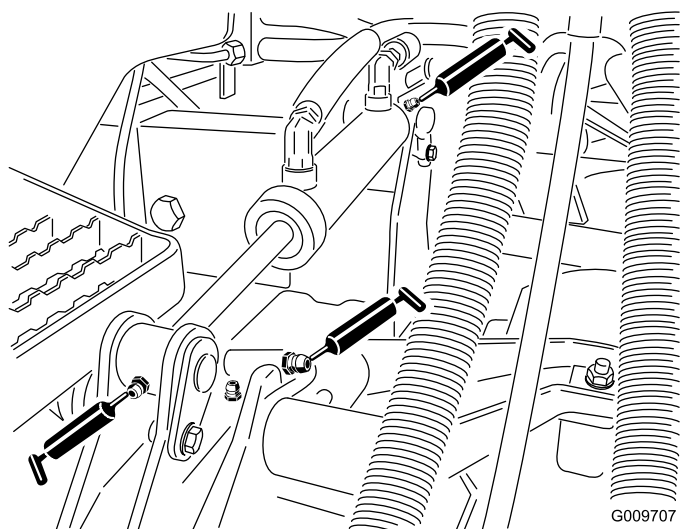

Рисунок 84
- Втулки подъемных рычагов (по 1 шт. на режущий блок), как показано на Рисунок 84
Втулки подъемных цилиндров (по 2 шт. на режущий блок), как показано на Рисунок 84